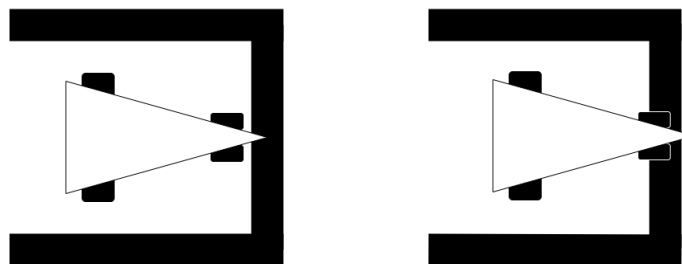

Figura 2: Robô não cruzou (esquerda) e cruzou (direita) a linha de chegada
- a) considera-se que o robô terminou a pista quando a sua parte dianteira tiver ultrapassado (cruzado) a linha que assinala o final da pista, como se ilustra na Figura 2;